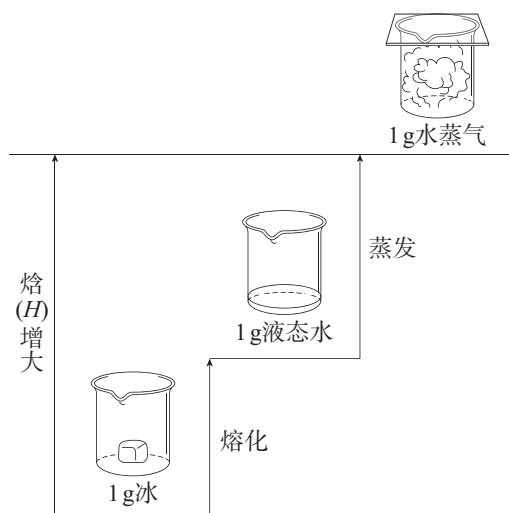

图 1-6 水的聚集状态变化时的焓变示意图
2. 需注明反应物和生成物的聚集状态。因为物质的聚集状态不同时，它们所具有的内能、焓也均不同。例如，冰熔化为水时，需要吸收热量；水蒸发为水蒸气时，也需要吸收热量（如图 1-6）。因此， H_2 与 O_2 反应生成 $1\text{ mol H}_2\text{O}(\text{l})$ 与生成 $1\text{ mol H}_2\text{O}(\text{g})$ 时所放出的热量是不同的。